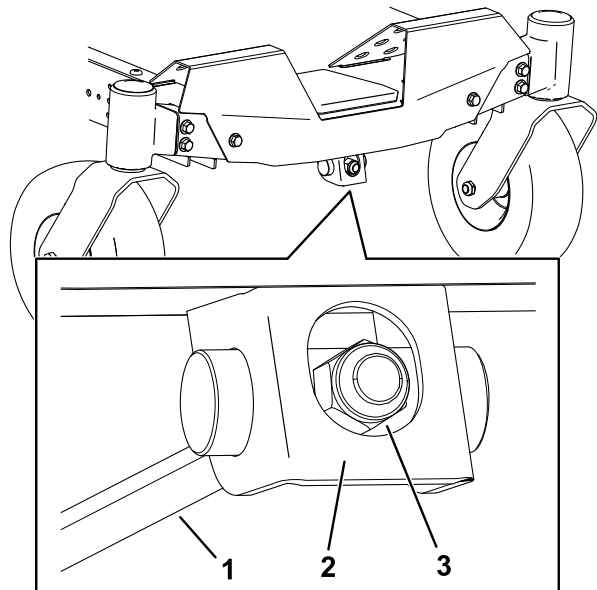

Рисунок 70
1. Поверните регулировочную гайку в передней части газонокосилки (Рисунок 70).